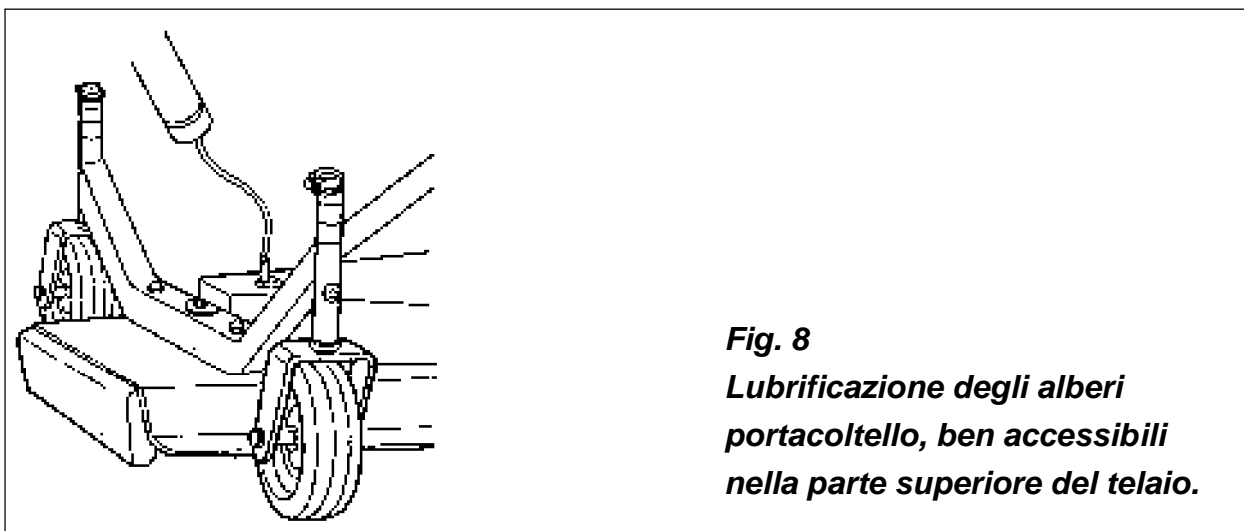

Fig. 8
1. ingrassare con grasso multigrado i tre alberi porta-coltelli (**vedi fig. 8**). Essi sono ben accessibili nella parte superiore del telaio una volta rimosse le protezione rotonde di plastica nera che proteggono gli ingrassatori assiali.